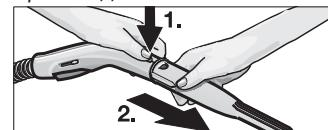

Рис. 2: від'єднання насадок
• Для від'єднання насадок натисніть кнопку розблокування (B3 або F2) та зніміть насадки одна з одної (див. рис. 2).